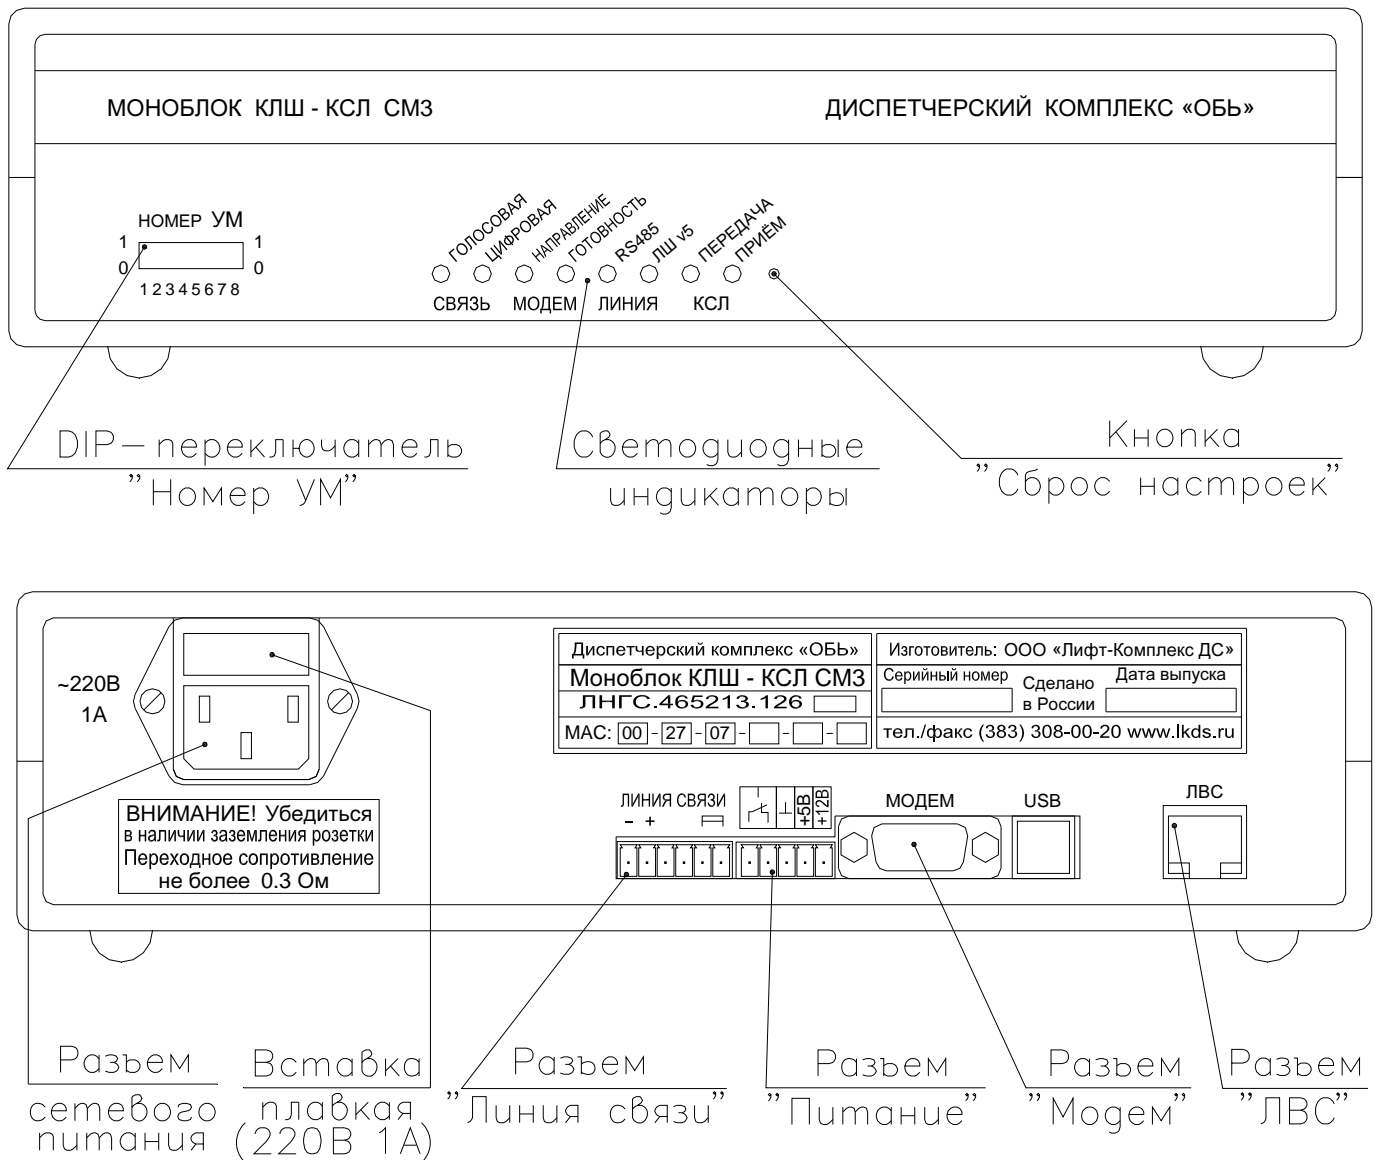

Рисунок 1. Внешний вид моноблока КЛШ-КСЛ СМЗ
1.4.1.1 Конструктивно моноблок выполнен в пластмассовом корпусе (см. рис.1) на передней панели которого расположены: